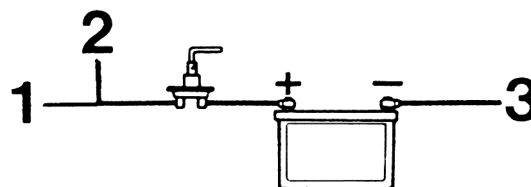
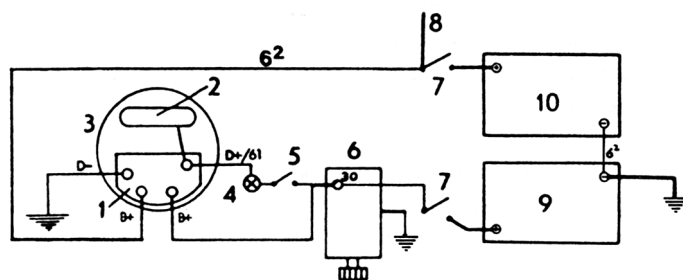

Fig 72. Exempel på inkoppling av extra elutrustning
Fig 74. Kopplingschema som visar inkoppling av laddningsfördelare och extra batteri.
För övrig elektrisk utrustning ombord skall extra strömuttag anslutas till batteriets pluspol via huvudströmbrytaren (fig 72), se även "Dubbla batterikretsar" sid 24.
4. Anslutes till punkt 8 fig 74 och punkt 2 fig 72
Observera att en huvudströmbrytare skall kopplas till varje batterikrets (7 fig 74).
Är motorn utrustad med växelströmgenerator kan denna förses med en laddningsfördelare, vilken ger automatisk laddning av två av varandra oberoende batterier. Se fig 74 och 75. Laddningsfördelaren ingår i en ombyggnadssats, som även innehåller en utförlig monteringsanvisning (se Volvo Penta Tillbehörsbroschyr).